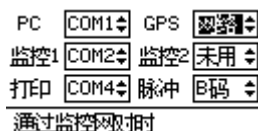

图 4-20 通信端口子菜单示例
(2) 通信端口: 主要完成: “监控” 端口选择; “PC” 调试端口选择; “GPS” 端口配置及 “打印口” 的设置, 确定各功能通过什么端口实现, 示例如图 4-20 所示界面。